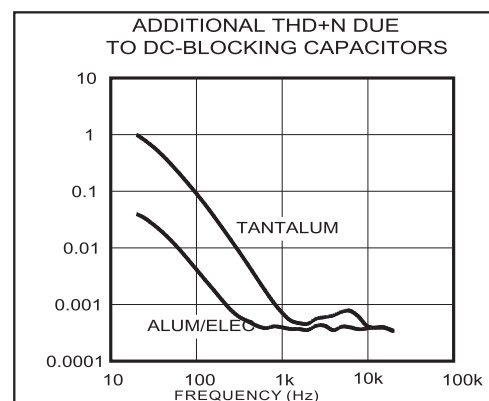

图3. 隔直流电容引起的失真
2) 随着电容值的变化以及电容两端电压的变化, 隔直流 电容的电压系数会导致重建音频信号的失真。在低于 - 3dB 频率以下的低频范围内, 容抗起主导作用, 电压 系数表现为失真度随频率而变化。图3给出了两种不同 电介质电容引入的 THD+N, 100Hz 以下的 THD+N 增加 很快。